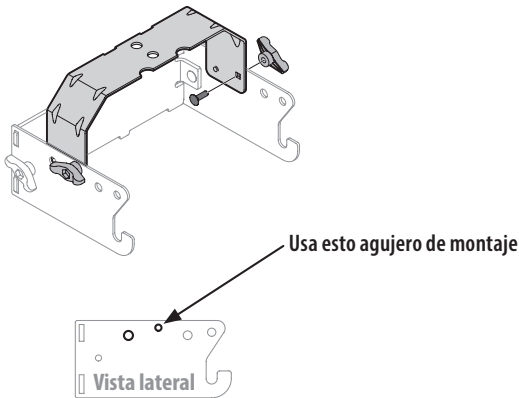

Figura 2
2. Dé vuelta el conjunto y monte la ménsula de soporte universal (783-08129) a la ménsula de soporte universal usando dos pernos de carro (710-0276) y las perillas de aleta (720-04122) del paquete de herrajes (689-02364), como se indica en la Figura 2.